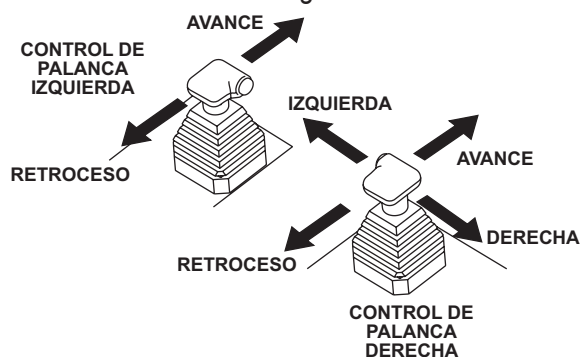

Figura 23. Palancas de control derecha e izquierda
Dispone de dos palancas (Figura 23) ubicadas a la derecha y a la izquierda del asiento del operador que permiten controlar la dirección de la alisadora. La Tabla 6 muestra las diversas posiciones direccionales de las palancas y su efecto en la alisadora.
1. Empuje las palancas de control derecha e izquierda hacia adelante. Vea la Figura 23.